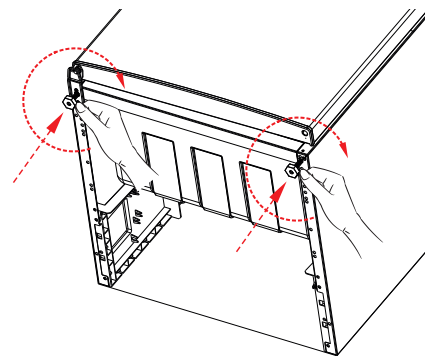

Abb. 19
- ▶ Setzen Sie die Gerätefüße wieder ein und schrauben Sie die Gerätefüße im Uhrzeigersinn leicht ein (Abb. 19).